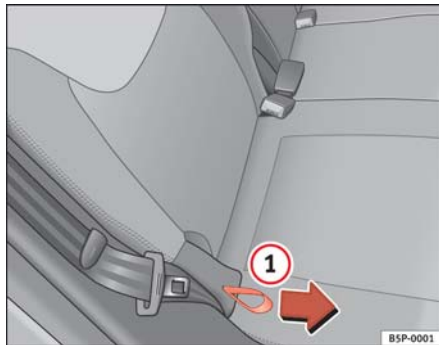

Fig. 88 Ajuste de la inclinación del respaldo, asiento posterior
- Sujete el respaldo del asiento por la parte superior. Tire del lazo situado en el lateral del asiento ⇒ **fig. 88** **1** en la dirección de la flecha y manténgalo en esta posición. Empuje el respaldo del asiento hacia atrás hasta la posición que desee y suelte el lazo.